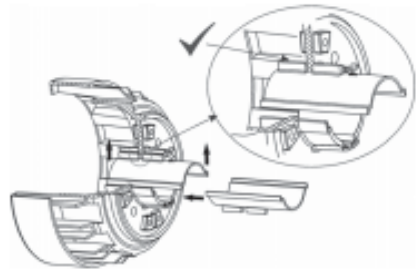

Bild 8.3.2 A Zusammenbau der Wellenmuffen
- Setzen Sie die richtigen Wellenmuffenpaare ein (siehe Anhang A). Achten Sie darauf, dass die Lücke zwischen den Stegen der Wellenmuffe richtig im Bund des Magnetantriebs sitzt. Dieser Sitz garantiert den sicheren Zusammenbau und Auseinanderbau der Wellenmuffen (Bild 8.3.2 A).
- Setzen Sie die Klemmringe nach Bild 8.3.2 B an den Magnetantrieb.